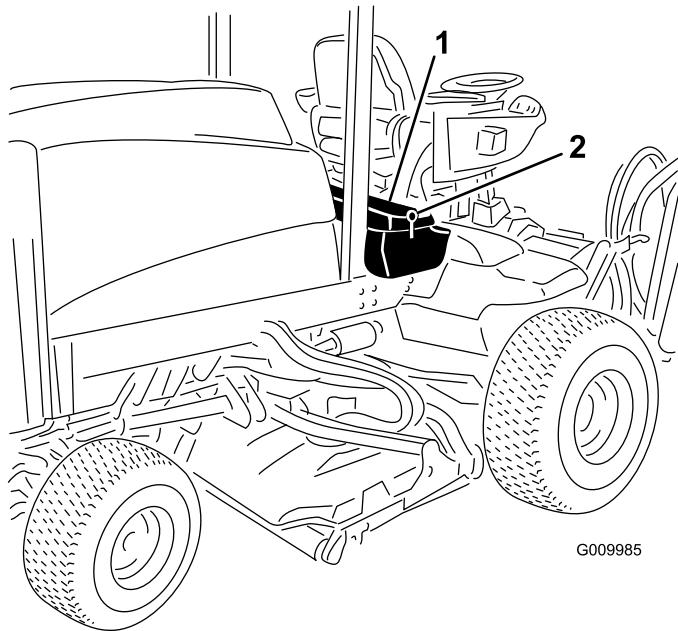
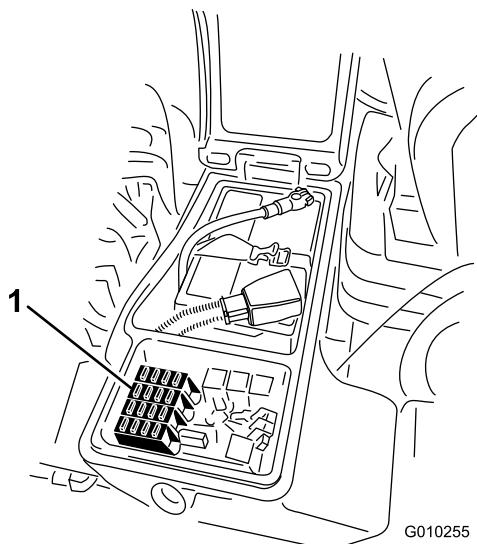

Figura 51
Figura 52
1. Afloje el enganche de la cubierta de la caja de almacenamiento derecha y eleve la cubierta (Figura 51) para exponer el bloque de fusibles (Figura 52).
2. Sustituya el fusible o los fusibles abiertos tal y como sea necesario (Figura 52).
3. Cierre la cubierta de la caja de almacenamiento derecha y fíjela con el enganche (Figura 51).